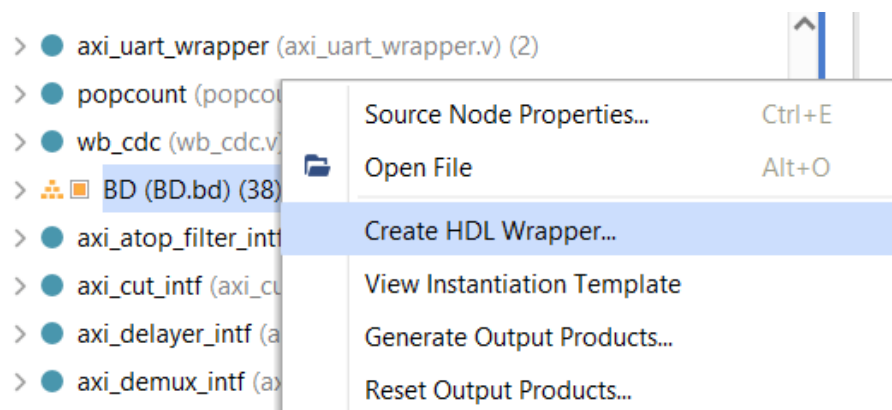

Figura 59. Criar Wrapper HDL
Etapa 2. Clique com o botão direito do rato no Block Design (BD) e selecione "Create HDL Wrapper" (Figura 59).